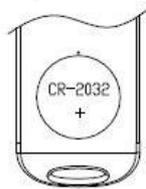

Figure 13
- 4) Inserire la nuova batteria nella slot (Fig. 13) facendo attenzione alla polarità (Positivo verso l'alto)